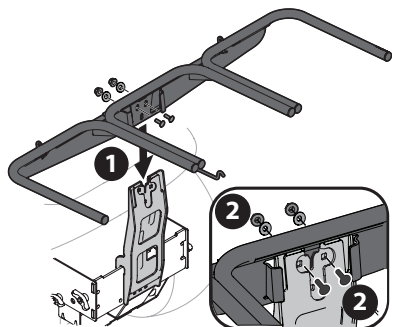

Figure 6
- Fixez le support de sac à herbe (683-04498B) au support vertical avec deux boulons de carrosserie (710-0276), deux rondelles à collerette (736-0242) et deux écrous autobloquants (712-04063) du kit de quincaillerie (689-02364). Ne les serrez pas trop. Voir Figure 6.